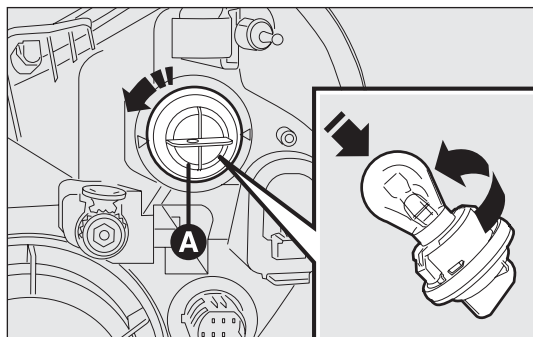

рис. 183
- ❑ поверните против часовой стрелки ламповый патрон А – рис. 183 и выньте его;